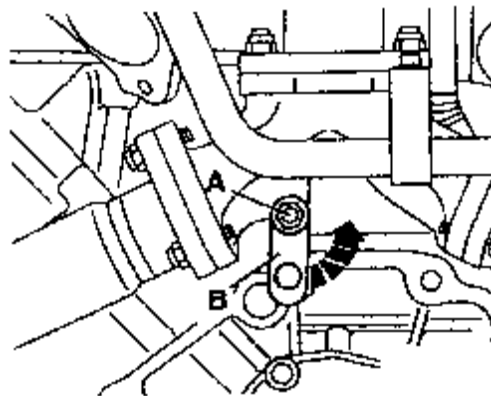

图 8-51 拆卸螺栓
(27) 装 6 缸 TDI 发动机的车辆，还要松开图 8-51 所示的螺栓 A 几圈（后部涡轮上），按箭头方向把牵条 B 转到一边，然后再轻轻带上螺栓 A。图 8-51 中变速箱是已拆掉的发动机的后部示意图。